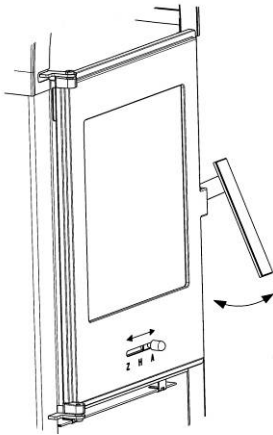

Fig. 2
- ouvrir la porte en basculant la poignée vers le haut. (voir fig. 2)